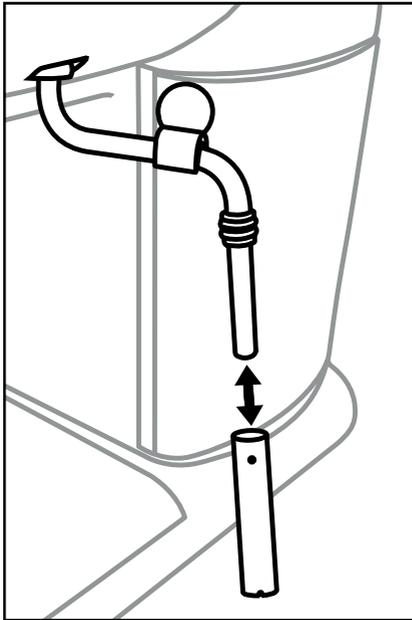

Figure 1
- 1) Tenez un récipient vide sous le mousser à lait ❹.
- 2) Directement après utilisation, tournez le régulateur de vapeur ❷ sur « ☺ » et laissez s'échapper la vapeur pendant quelques secondes.
- 3) Fermez le régulateur de vapeur ❷ (tourner vers « 0 » jusqu'en butée), éteignez l'appareil et débranchez la fiche secteur.
- 5) Retirez la gaine du mousser à lait ❺ (figure 1) et la nettoyez soigneusement à l'eau chaude.
- 7) Glissez à nouveau la gaine sur la buse (figure 1).